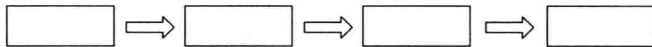

图 1.8 直流稳压电源组成方框图
(1) 同学们举出生活中所认识(或你所遇到)的电源,如____、____、____、____等。其中,____属于交流电源;____属于直流电源。
(2) 如何将交流电转化为直流电呢?
(3) 交流电转化为直流的过程,填写图 1.8 所示方框图。